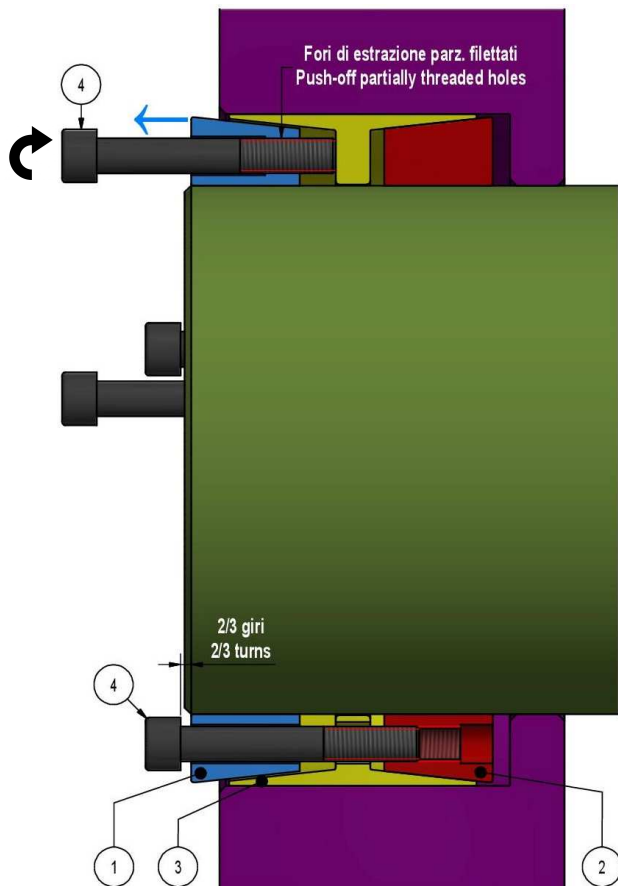

Fig. 4. Sbloccaggio dell'anello di spinta anteriore.
2. Allentare tutte le viti di due/tre giri e spostarne un numero corrispondente in tutti i fori di estrazione parzialmente filettati dell'anello di spinta anteriore. Sbloccare l'anello di spinta anteriore, **avvitando progressivamente queste viti in più passate, secondo uno schema a croce, serrando di  $\frac{1}{4}$  di giro circa ad ogni passata (fig. 4)**. Partire con una vite posizionata a circa  $90^\circ$  rispetto al taglio dell'anello di spinta anteriore; le viti adiacenti al taglio vanno serrate in sequenza.